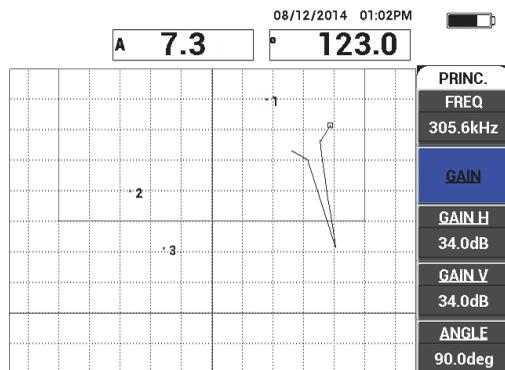

Figure 6-51 Gain réglé pour le point supérieur
12. Réglez le paramètre GAIN (touche B) pour régler le point supérieur à environ 90 % de la hauteur de l'écran (voir la Figure 6-51 à la page 172).